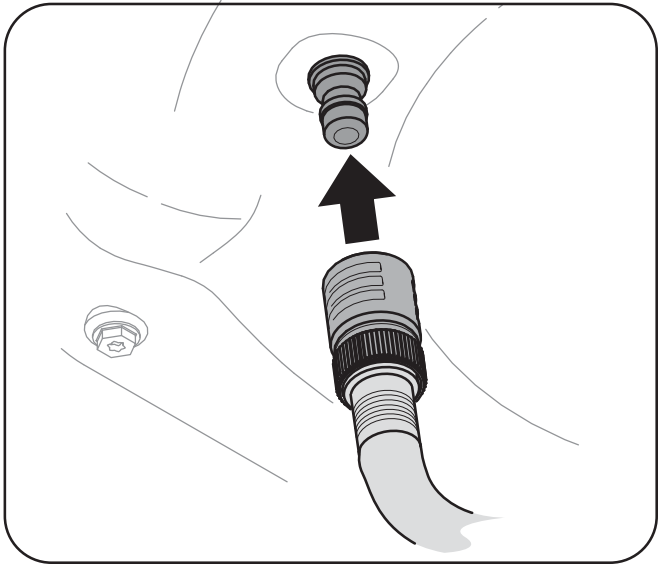

Figure 6-2
- 3. Attachez le raccord pour boyau d'arrosage à l'orifice incorporé à la surface du plateau de coupe. Voir la Figure 6-2.